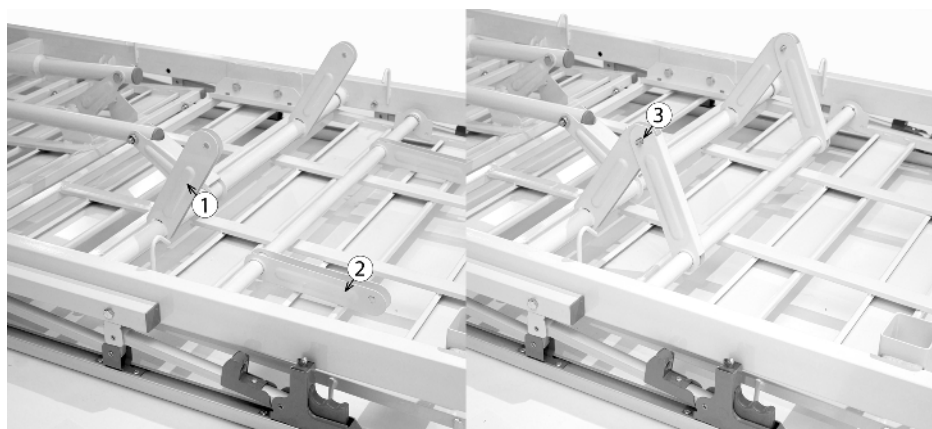

Рис. 5 Схема установки стержней механизма крепления привода
5. Вращая ручку, регулируемую наклон головной секции, совместите отверстие на стержнях ① и ② и зафиксируйте их положение ③ (см. Рис. 5).